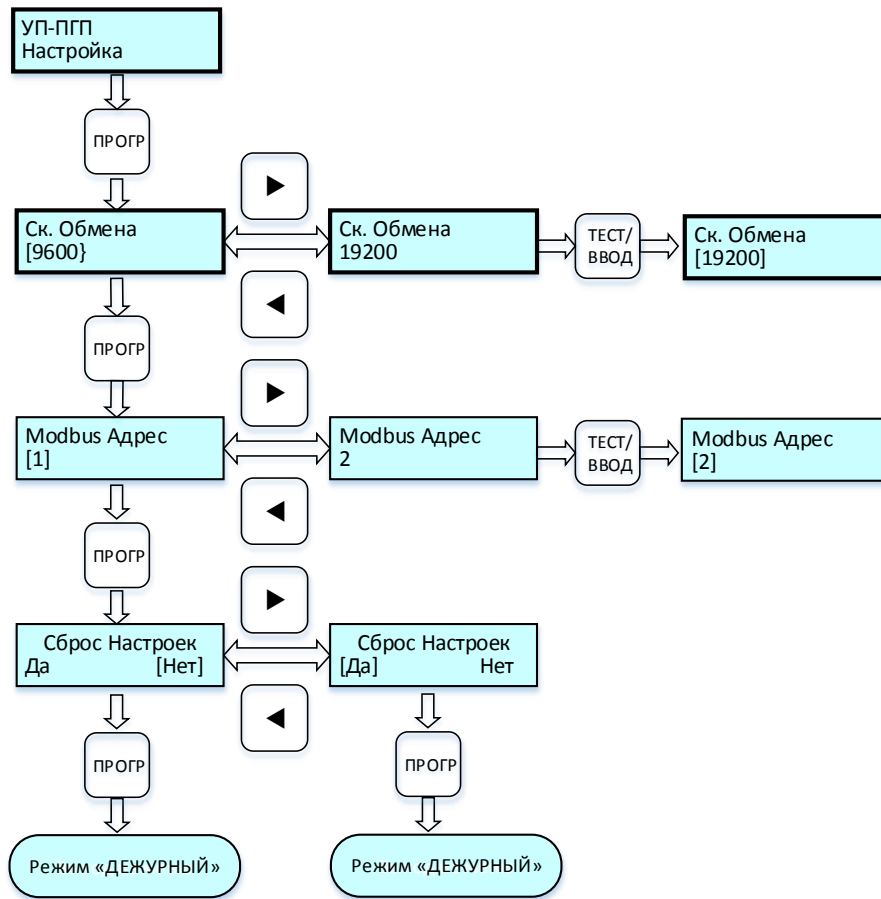

Рисунок 6 – Циклограмма выводимых сообщений на дисплей при отсутствии канальных плат.
2.6.4 При отсутствии канальных плат основное меню в режиме «Программирование» будет представлено только одним пунктом «УП-ПГП Настройка» (рис. 6).